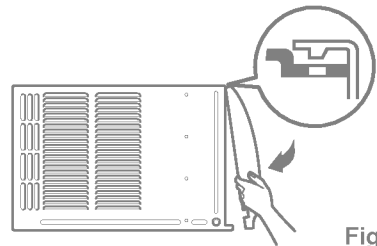

Fig. 10
- Agregue la parrilla frontal al gabinete insertando las pestañas en la parrilla dentro de las pestañas del frente del gabinete. Empuje la parrilla hasta que se fije en el lugar. (ver Fig.10)